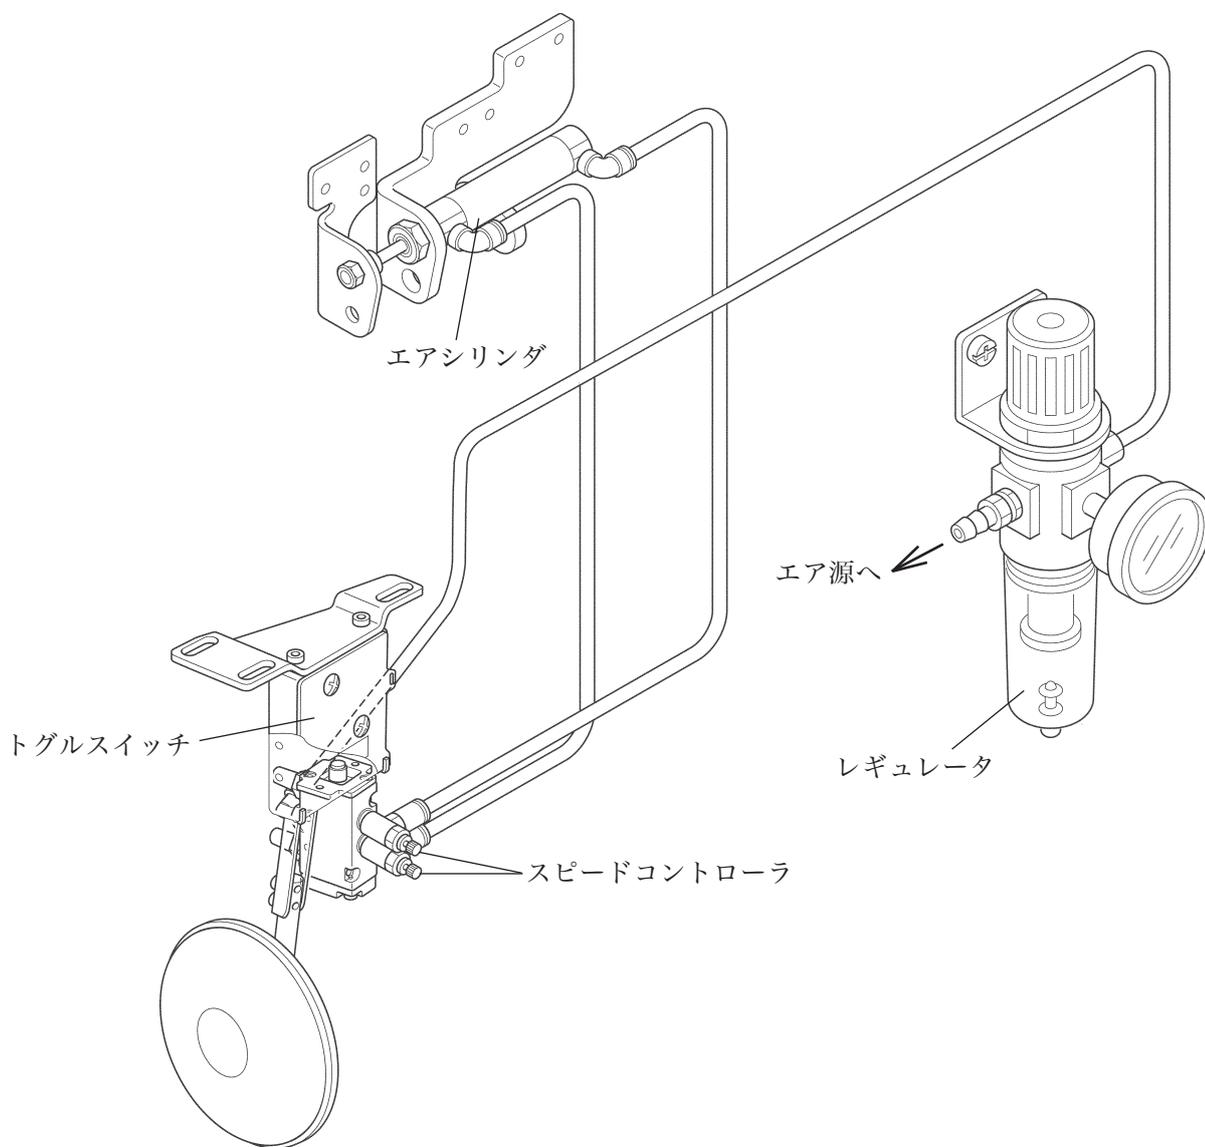

図 1-5
- (1) トグルスイッチ、レギュレータをテーブルの下に木ネジで取り付ける。
- (2) 図 1-5 を参照してエア配管する。
- (3) エアの圧力は約 0.2MPa である。